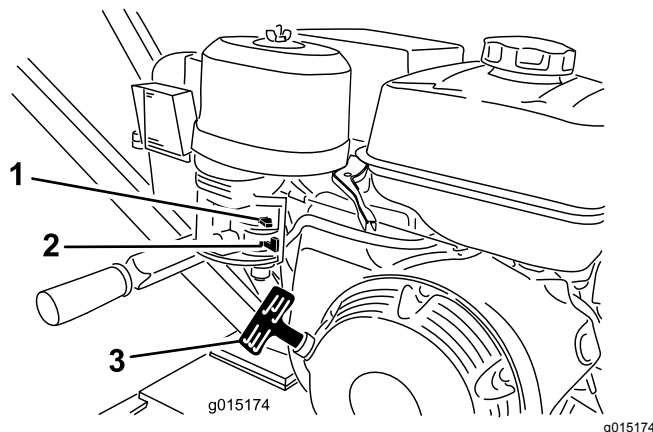

Figure 9
1. Tournez le robinet d'arrivée de carburant complètement à droite en position OUVERTE (Figure 9).
2. Réglez la commande de starter à la position EN SERVICE (Figure 9).
4. Tirez légèrement sur la poignée du lanceur jusqu'à ce que vous sentiez une résistance, puis tirez vigoureusement (Figure 9). Relâchez lentement la poignée du lanceur.